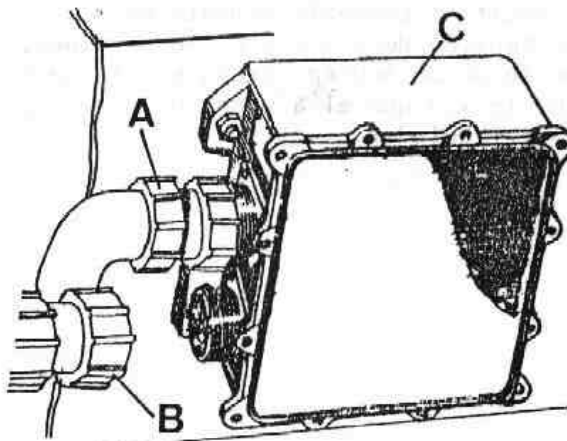

Fig. N2-49 Conexiones del regulador
- 3.1. Desconectar el racor, B (Fig. N2-49) de conexión del cableado de entrada de corriente al regulador, C.